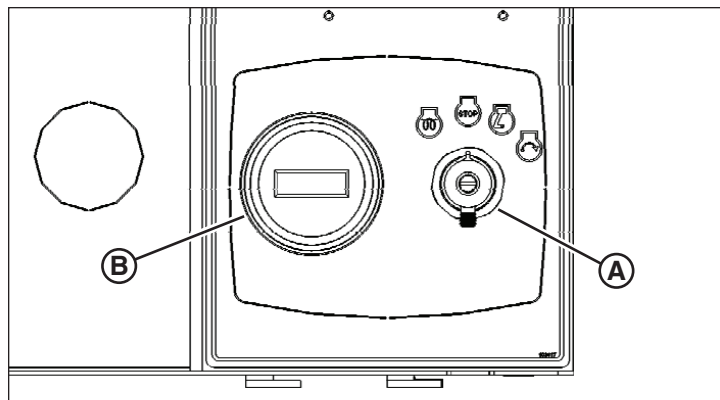

Figure 21
Les panneaux de commande des moteurs CAT, Kubota et Mitsubishi consistent en une touche démarrer/arrêter le moteur (A, Figure 21) et un horomètre (B).